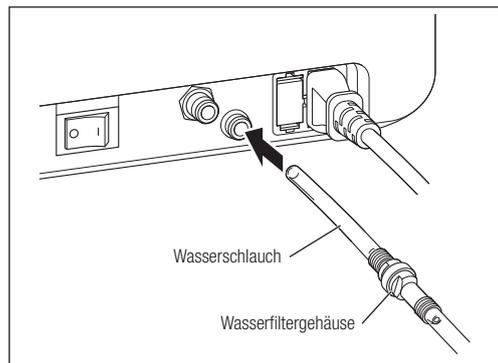

Abb. 10
- 1) Führen Sie ein Ende des Wasserschlauchs (das Ende mit dem Wasserfilter) tief in den Wasserschlauchanschluss ein (Abb. 10).